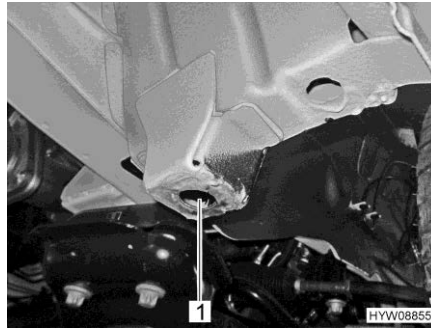
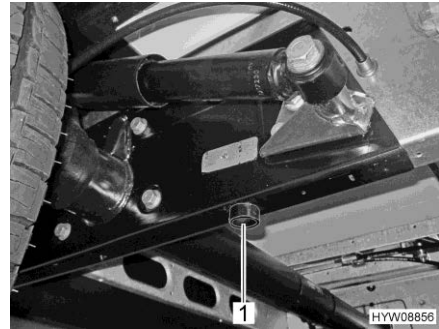

Fig. 215 Punto posizionamento cric (asse anteriore)
Fig. 216 Punto posizionamento cric (asse posteriore)
- Collocare il cric sui punti previsti (Fig. 215,1 e Fig. 216,1).